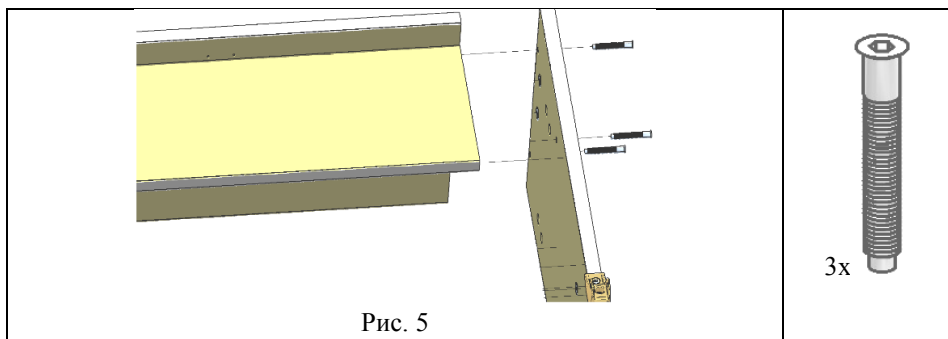

Рис. 5
5.1.4. К сборке по п. 5.1.3 прикрутить с помощью винтов конфирмат (поз. 1, пакет № 142а) стенку боковую правую (сборка по п.5.1.1.3), см. рис.5.